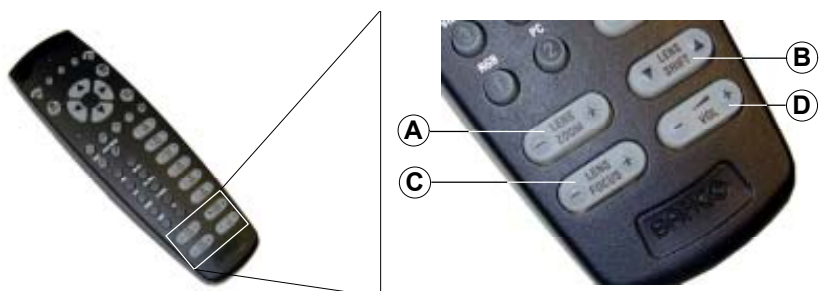

Abbildung 4-14
1. Drücken Sie [-] oder [+] auf der Taste **LENS ZOOM** (A), um die richtige Bildgröße auf dem Schirm einzustellen.
3. Drücken Sie auf der Taste **LENS SHIFT** auf ↑ or ↓ (B), um die richtige vertikale Position des Bildes auf dem Schirm einzustellen. (Abbildung 4-14)
4. Drücken Sie [-] oder [+] auf der Taste **VOL** (D), um die richtige horizontale Position des Bildes auf dem Schirm einzustellen.